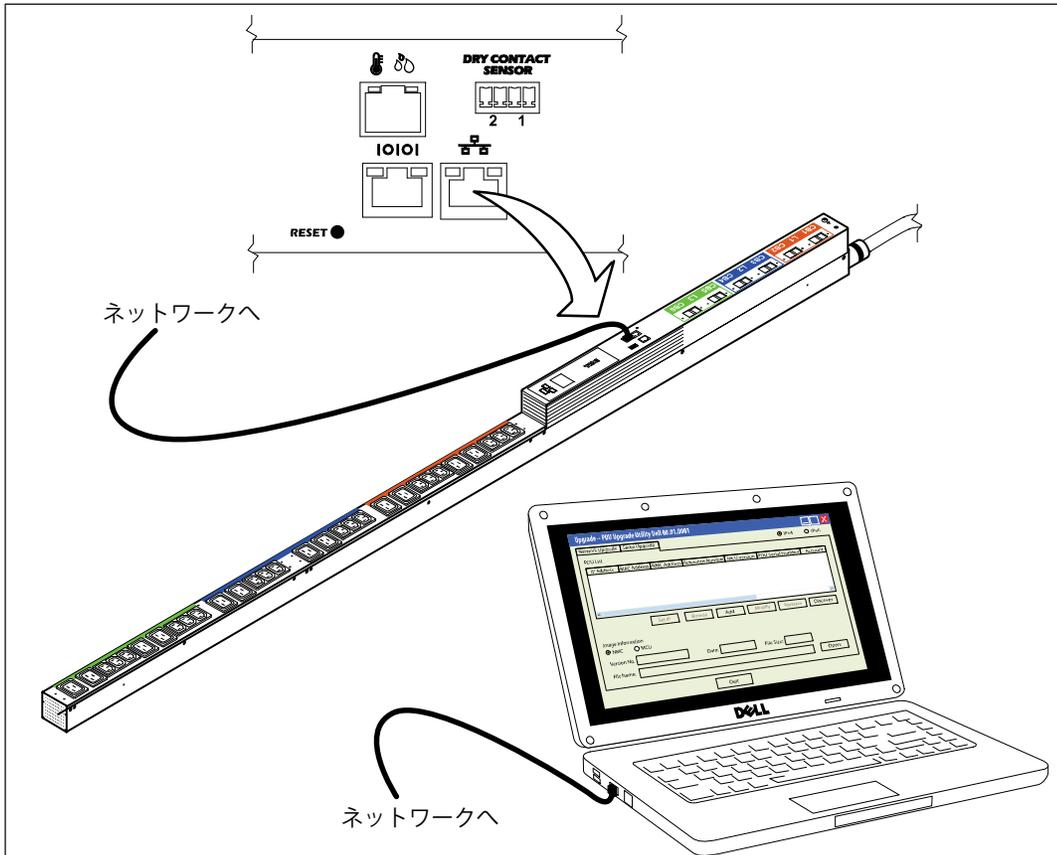

図4。iPDUのネットワーク接続
- 3 EthernetケーブルRJ-45コネクタをrPDUにあるEthernet接続ポートへ接続します（図4を参照）。
- 1 アップグレードするrPDUの電源がオンになっていて、Ethernetケーブルを使用してPC USBポートに正しく接続されていることを確認します(図4参照)。